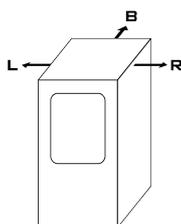

Fig. 9
- In caso di installazione in prossimità di **materiali infiammabili** rispettare scrupolosamente le distanze di sicurezza indicate (fig.9).